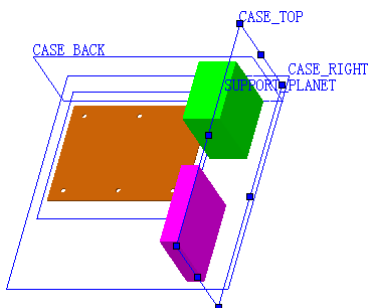

图 17.3.7 创建机箱的顶平面
Step4. 创建图 17.3.7 所示的机箱的顶平面。选择下拉菜单 **插入(I)** → **参考几何体(G)**